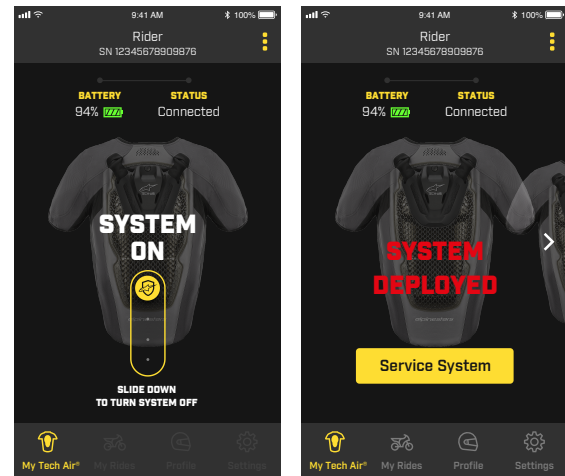

Abbildung 12
Die App liefert Informationen über den tatsächlichen Betriebsmodus des Systems, wobei überprüft wird, ob das System korrekt funktioniert oder nicht. Die auf dem Bildschirm angezeigte Anzeige "System On" zeigt an, dass der Systemcheck erfolgreich absolviert wurde und dass das System aktiv ist. Während der "System On"-Modus aktiv ist, kann der Benutzer aus Sicherheitsgründen nicht auf die meisten Funktionen der App zugreifen. Für den Fall, dass das System vom Benutzer deaktiviert werden muss, z. B. während einer schweren Geländefahrt, kann das System mit dem Schiebereglersymbol in der App ausgeschaltet werden (wie in Abbildung 12 dargestellt). Zur Reaktivierung verwenden Sie das Schiebereglersymbol und öffnen und schließen Sie einfach die vordere Klappe (2).
Von der App aus kann der Benutzer auch den tatsächlichen Einsatz des Systems während eines Unfalls überprüfen, da der Einsatz des Systems in der App angezeigt wird (siehe Abbildung 12, in der der Systemstatus angezeigt wird).